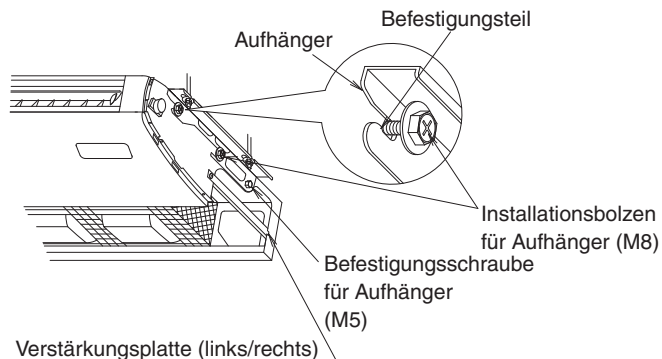

Abb. 11
- Heben Sie das Innenaggregat an, schieben Sie es von vorne her und setzen Sie den Installationsbolzen der Aufhängung (M8) für die temporäre Aufhängung ein. (Siehe Abb. 11)
- Ziehen Sie die Befestigungsschrauben der Aufhängung (M5) an den 2 Stellen fest, von denen sie zuvor entfernt wurden. (Siehe Abb. 11)
- Ziehen Sie die Installationsbolzen der Aufhängung (M8) an 4 Stellen ordnungsgemäß fest. (Siehe Abb. 11)